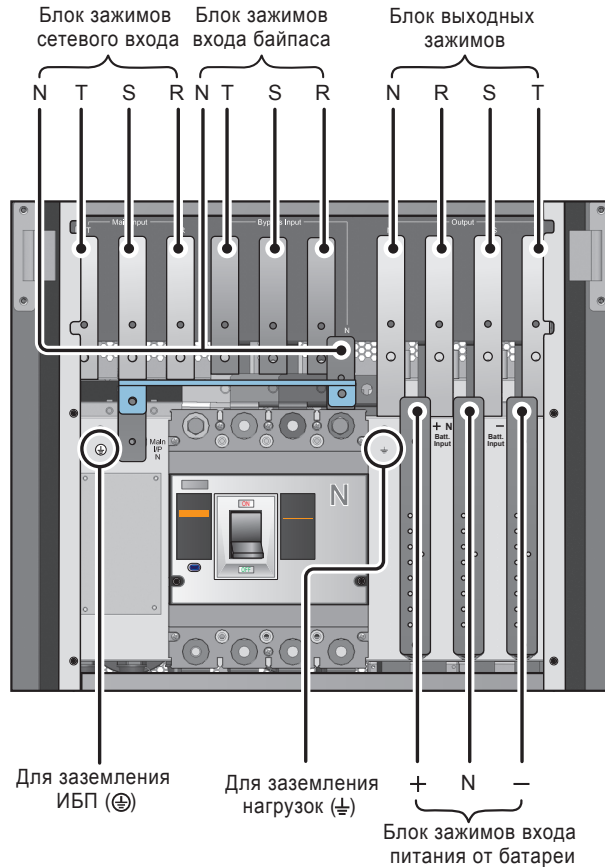

Рис. 5-10. Схема подключения в конфигурации с двумя входами (одиночный ИБП)
3. Подключите кабели к зажимам сетевого входа, входа байпаса, выхода ИБП и входа питания от батарейного кабинета. См. **Рис. 5-10.**
4. Нейтральный проводник источника переменного тока, подключенного к входу байпаса, подключите к зажиму нуля (N) сетевого входа.
4. Нейтральный проводник источника переменного тока, подключённого к входу байпаса, подключите к зажиму нуля (N) сетевого входа.